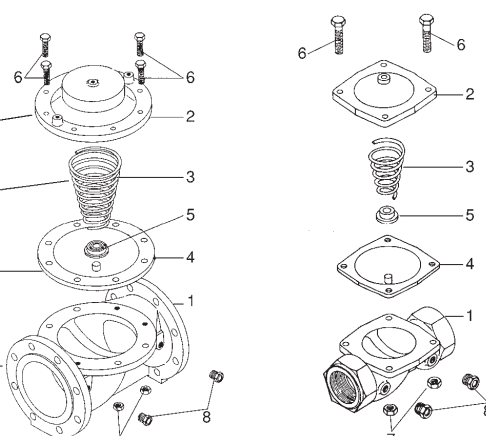

fig. 1
VALVOLA PRINCIPALE (fig. 1)
MAIN VALVE (fig. 1)
La valvola principale (fig. 1) è costituita essenzialmente dal corpo valvola (1), dal coperchio (2), dalla molla conica (3), dalla membrana (4).
The main valve (fig. 1) includes a body (1), a cover (2), a shaped spring (3), and diaphragm (4).